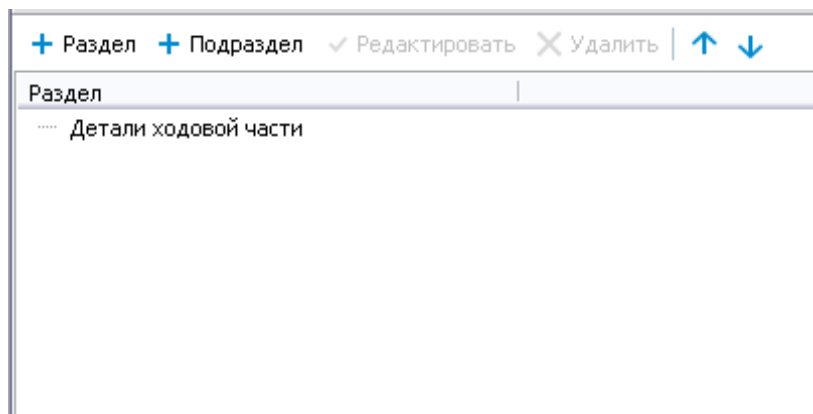

Рисунок 640
3) Нажмите на кнопку **Применить**. Название раздела отобразится в окне редактора (рисунок 640).